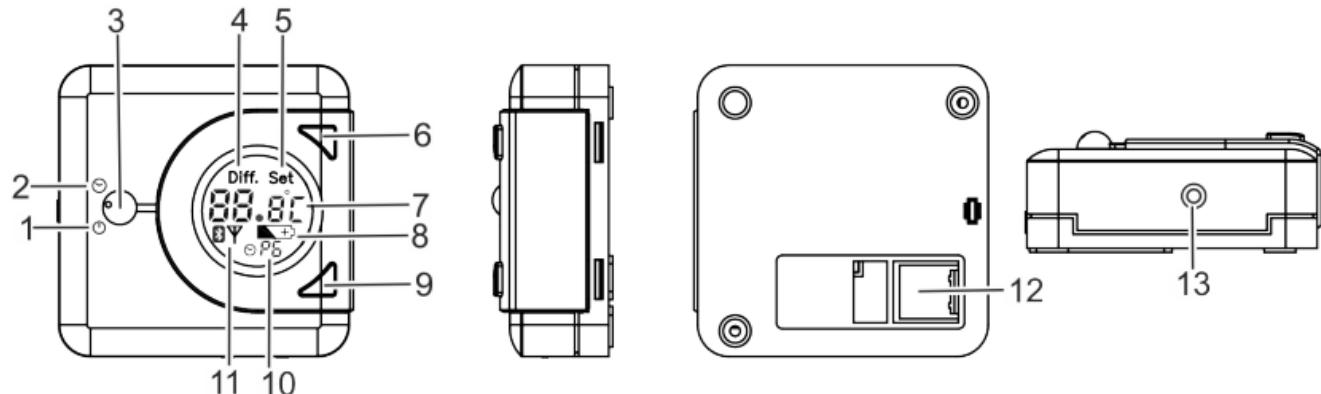

Abb. 1: Übersicht thermio™ essential smart
4. Die Anschlussleitungen durch die Kabeldurchführung (Abb. 1/7) in das Gerät einfädeln.